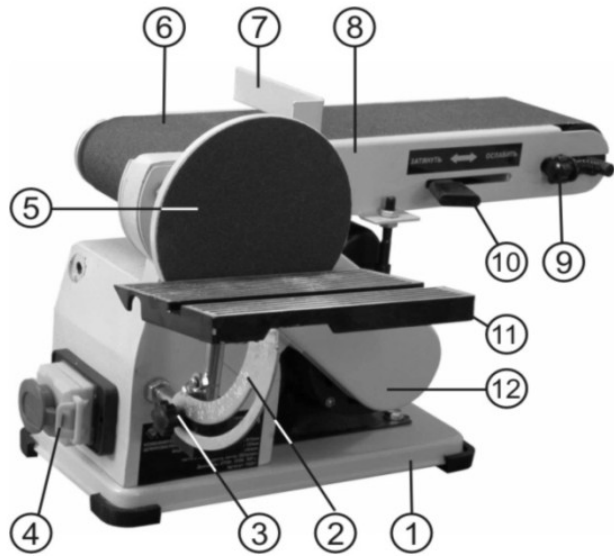

Рис.2
12.1. Смена и регулировка шлифовальной ленты (Рис. 2)
12.1.1. При необходимости установки новой шлифовальной ленты (6) переместите рукоятку (10) в сторону ведомого ролика шлифовальной ленты. Шлифовальная лента (6) ослабнет, и в это время можно снять старую шлифовальную ленту и заменить ее на новую. После этого переместите рукоятку (10) в сторону ведущего ролика шлифовальной ленты. Если шлифовальная лента (6) натянулась слабо или не совмещена по центру, отрегулируйте ее вращением винта регулировки (9), Рис.2. Проверьте правильность установки шлифовальной ленты (6) вращением ее вручную в направлении ведущего ролика. При включении машины шлифовальная лента (6) должна находиться в средней части роликов.
12.3.1. Ослабьте фиксирующий винт, Рис.3, снимите шлифовальный диск (5) и кожух ремня (12), Рис.2.
12.3.5. Установите и закрепите кожух ремня (12), Рис.2. Установите шлифовальный диск (5) и затяните фиксирующий винт, как показано на рисунке 3.
Установите четыре резиновые подушки (Н), Рис.1, на углы станины (1), Рис.2. Установите машину на горизонтальную ровную и устойчивую поверхность верстака, исключив возможность опрокидывания машины при работе.
Ослабьте две фиксирующие гайки (15), как показано на Рис.7 (одна гайка находится снизу) и установите стол шлифовальной ленты (8), Рис.2, на нужный угол от 0° до 90°. Затяните фиксирующие гайки (15) перед началом работы.